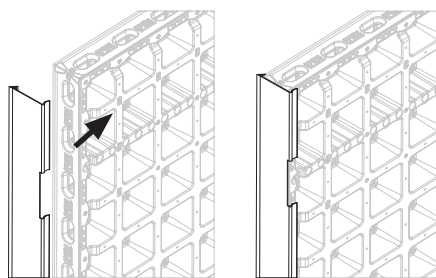
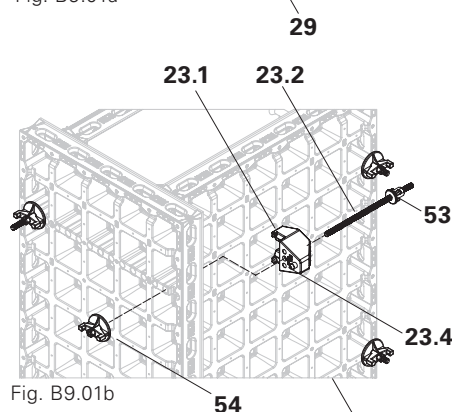

Fig. B9.01a
Fig. B9.01b
1. Fixer la baguette d'angle DUO 135 (29) sur deux panneaux DP 135 x 90. (Fig. B9.01a)
2. Démontez le connecteur d'angle DUO (23), vissez l'écrou à 3 oreilles (53) sur l'ancrage pour angle.
5. Insérer la tige en acier (23.4) du connecteur d'angle DUO 62 dans le point d'ancrage désiré du panneau multifonctions. (Fig. B9.01b)